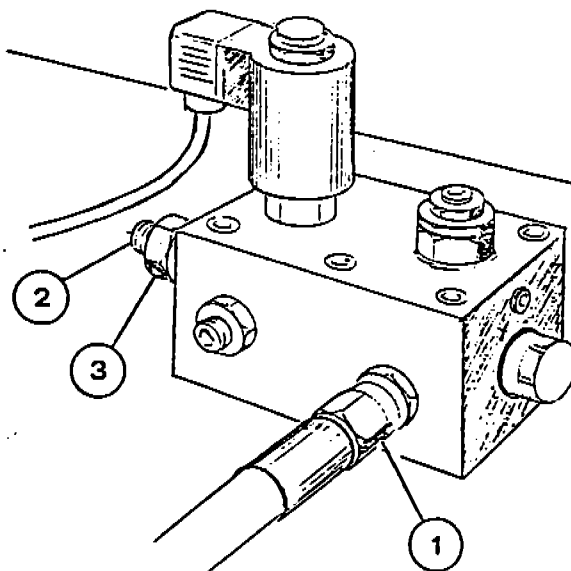

Fig. 8
3.2 - Lifting pressure (Fig. 8)
3.2 - Pressione di sollevamento (Fig. 8)